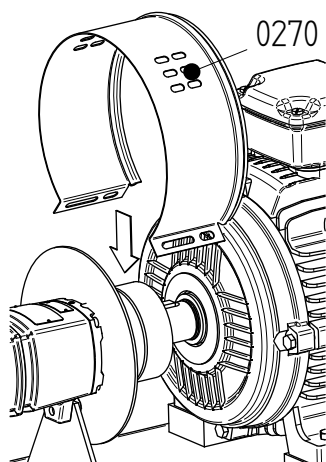

Figura 8: Instalação da cobertura do lado do motor.
- 2 Remova ambos os revestimentos (0270). Consulte o figura 8.